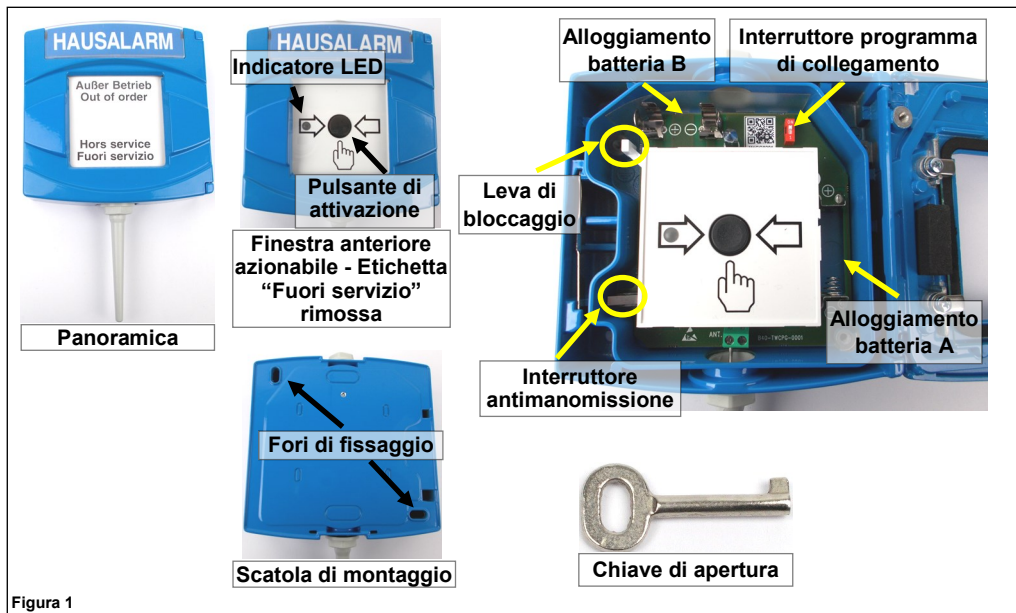

Figura 1
I due fori allungati in alto a sinistra ed il basso a destra della scatola di montaggio sono da utilizzare per l'installazione - vedi figura 1
2) Resettare il pulsante di chiamata utilizzando la leva di bloccaggio e chiudere la portella del dispositivo. NOTA: se il pulsante di chiamata è stato attivato, la leva di bloccaggio previene la chiusura della portella quando essa è aperta - vedi figura 1.